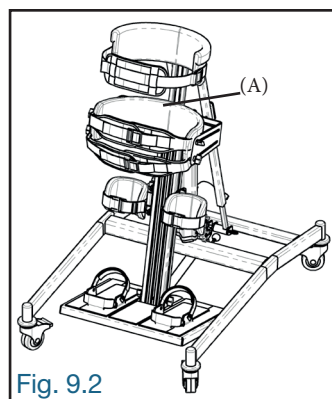

Fig. 9.2
9.2 Une fois tous les butées (thoracique, hanches, genoux) dégagés, transférer délicatement l'utilisateur dans le produit. Pour faciliter le transfert, l'utilisateur peut s'agripper au dos de la butée des hanches (A) (Fig. 9.2).